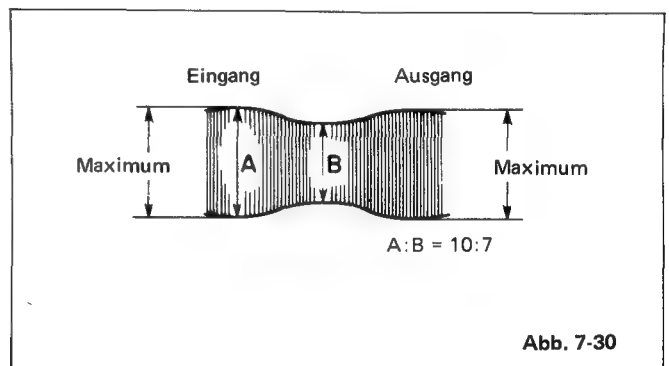

Abb. 7-30
- 5) Die Einstellung so vornehmen, daß bei Veränderung des Spurlagenreglers aus seiner normalen Stellung (der Spurlagenregler wird bewegt und A der HF-Wellenform sinkt) das Verhältnis von B zu A in Abb. 7-30 größer als 7/10 ist.